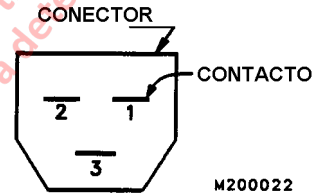

FIGURA 20-14. VISTA DEL CONECTOR LATERAL DEL INCLINOMETRO
2. Conecte el cableado del inclinómetro al arnés del cableado del camión. (Figura 20-14). Asegúrese que los cables estén conectados correctamente.